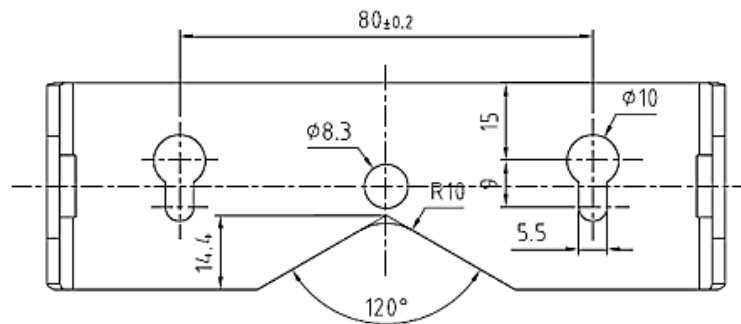

Abbildung 2-7: Bohrschablone für Montagehalterungen
3. Markieren Sie die Position der Halterungsbohrungen auf der Fläche, an der das Terminal befestigt werden soll. Verwenden Sie dazu die Abmessungen in Abbildung 2-7 oder halten Sie das Terminal gegen die Fläche und nehmen Sie die Markierungen durch die Bohrungen der Halterung vor.